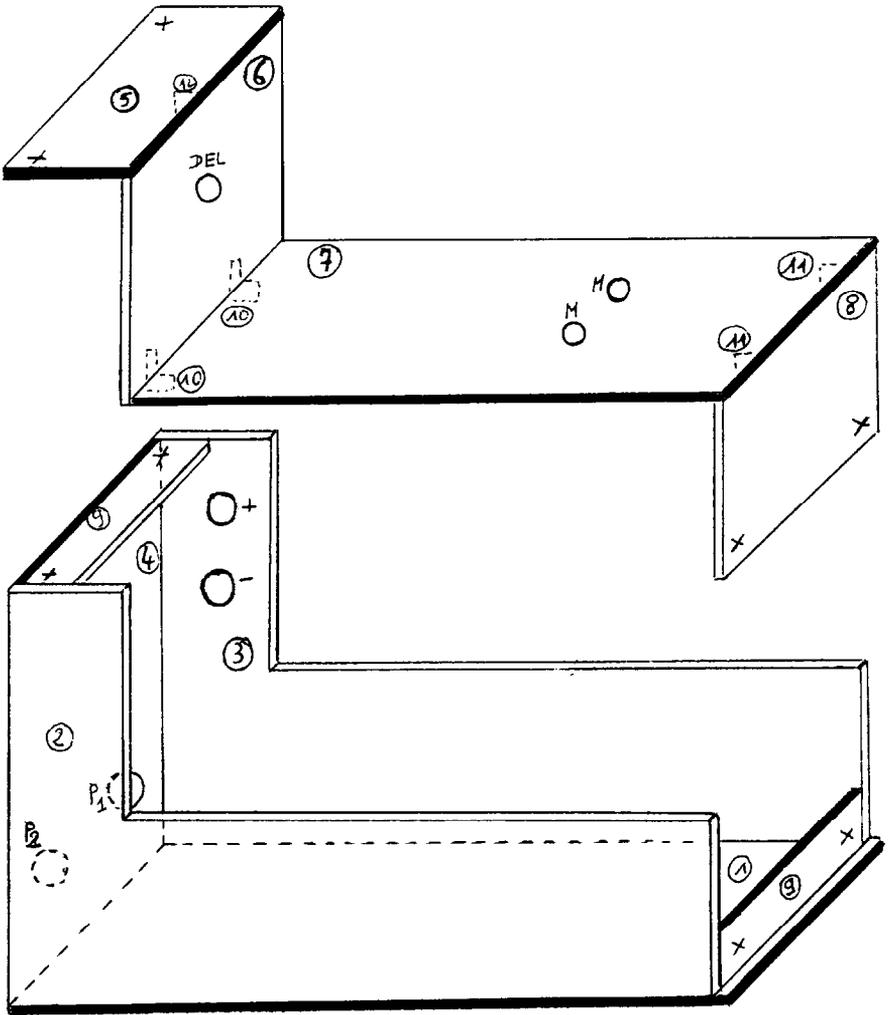

Figure 3
- Refermer le boîtier. Avec une perceuse miniature, faire quatre petits trous de 2 ou 3 mm selon les vis à bois utilisées, aux emplacements marqués d'une croix sur la figure 3.
3. CONSTRUCTION DU BOÎTIER (figures 3 et 4)